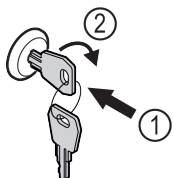

Fig. 91
- ▶ Sätt in nyckeln Fig. 91 (1).
- ▶ Vrid nyckeln 90° medurs Fig. 91 (2).